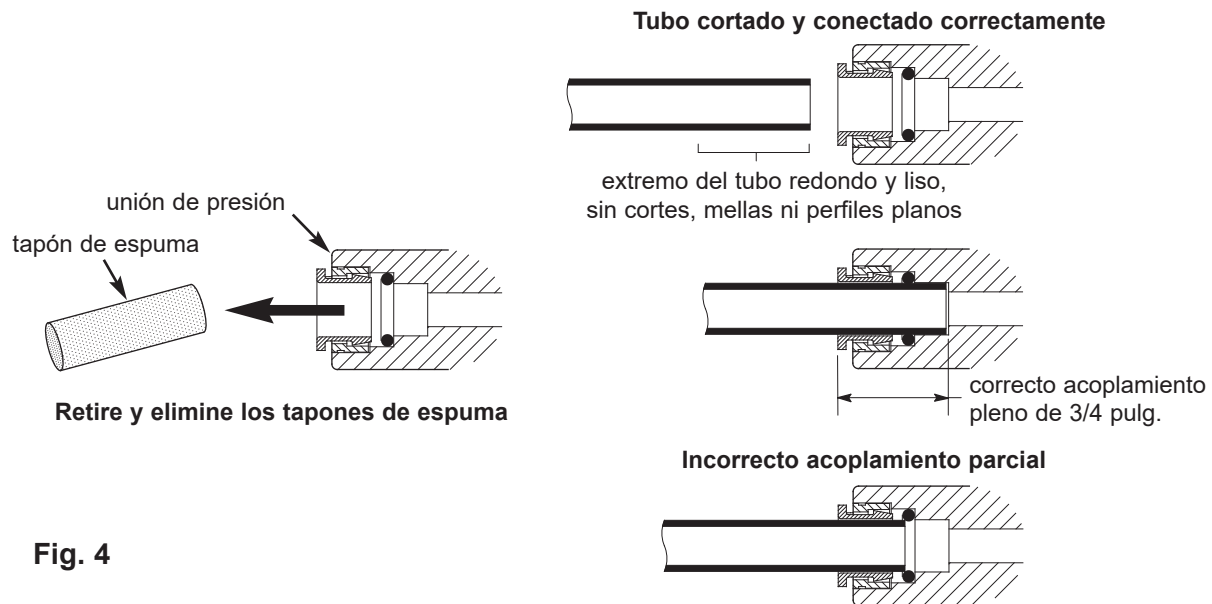

Fig. 4
**NOTA: Retire los tapones protectores de espuma antes de conectar los tubos. (Vea la Fig. 4.) Deseche los tapones de espuma.**